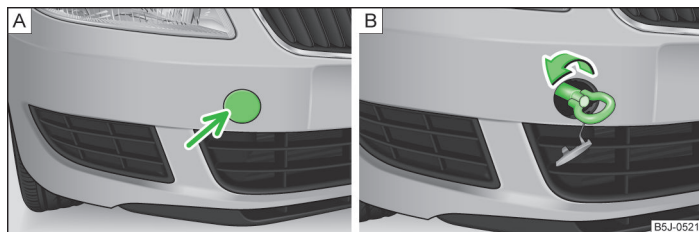

Fig. 148 Pare-chocs avant : cache/pose de l'œillet de remorquage
- Appuyez sur la moitié gauche du cache dans le sens de la flèche » fig. 148 - [A].
- Visser manuellement l'œillet de remorquage à fond vers la gauche » fig. 148 - [B]. Pour le serrage, nous recommandons d'utiliser par ex. la clé démonte-roue, l'œillet de remorquage d'un autre véhicule ou un objet analogue pouvant passer au travers de l'œillet.